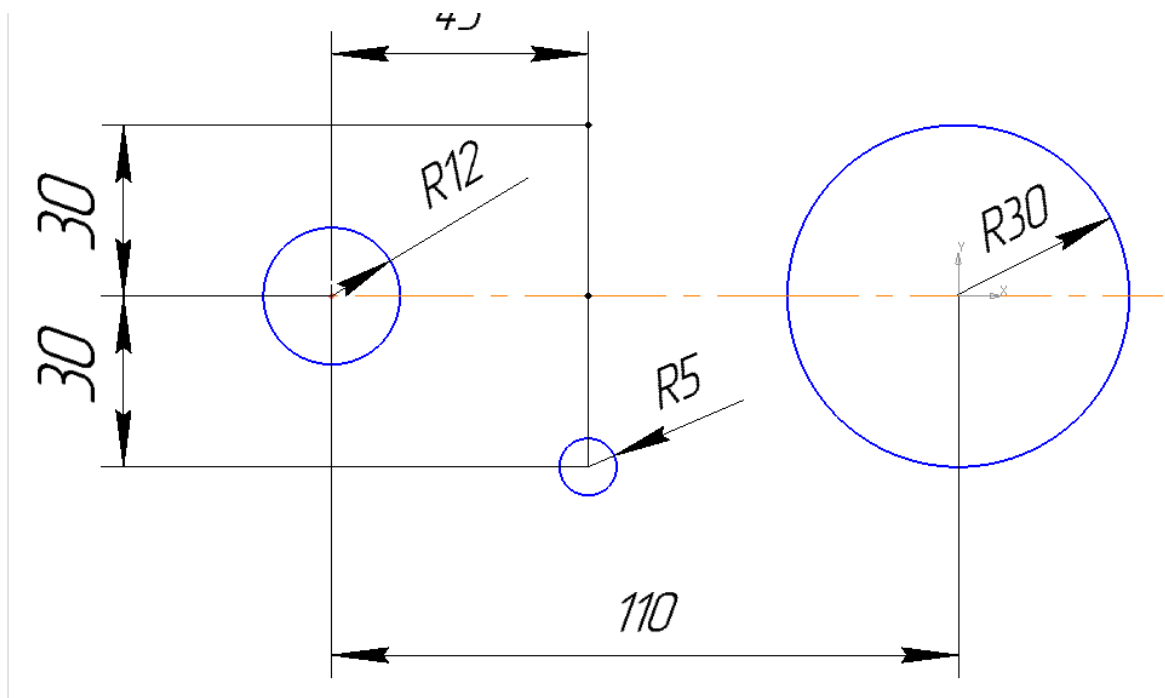

Рис. 4.6
5. Позначаємо розміри для побудованих елементів (рис. 4.6).